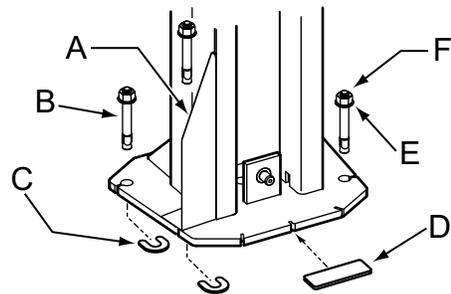

Fig. 7a
7. IMPORTANTE Nivele la placa base de cada columna con la ayuda de las cuñas en forma de herradura que se entregan, de forma que la columna esté en posición vertical, fig. 7a. Si tiene que elevar una columna para alinearla con otra columna, utilice placas de compensación de base de tamaño completo (juego de cuñas de referencia). Vuelva a comprobar la nivelación adecuada de las columnas. En elevadores de la serie M, instale las protecciones base, ver fig. 7a. Apriete los pernos de anclaje a un par de apriete de instalación de 200 Nm (20,4 kg-m). El grosor de la cuña NO DEBE exceder los 13 mm. Ajuste la nivelación de las extensiones de columna. Si los anclajes no se ajustan a un par de apriete de instalación de 200 Nm (20,4 kg-m), sustituya el hormigón bajo la base de cada columna por un adaptador de hormigón con un mínimo de 1.219 mm x 1.219 mm x 152 mm 20 N / mm², acuñado por debajo y a ras del suelo ya existente. Deje que el hormigón fragüe completamente antes de instalar los elevadores y los anclajes.